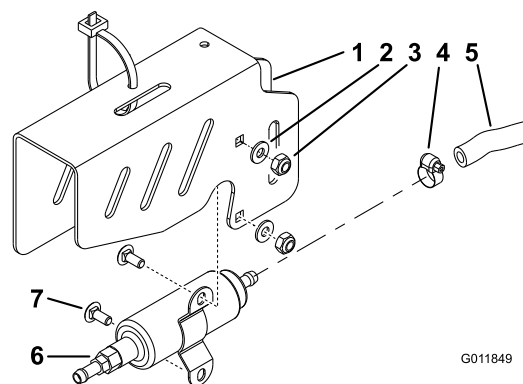

Figura 11
- Conecte un tubo de combustible corto a la bomba de combustible que retiró anteriormente con una abrazadera, y apriete la abrazadera (Figura 11).
- Coloque la bomba de combustible en su sitio, y conecte el tubo de combustible corto (3 pulgadas (7,6 cm)) al conector de la parte inferior del depósito de combustible izquierdo con una abrazadera, y apriete la abrazadera. Asegúrese de que el tubo de combustible no está doblado una vez que haya apretado todo (Figura 11).
- Monte la bomba de combustible en el soporte izquierdo de la bomba de combustible con 2 pernos de cuello cuadrado (1/4 x 5/8 pulgada), 2 tuercas (1/4 pulgada) y 2 arandelas (1/4 pulgada) (Figura 11).